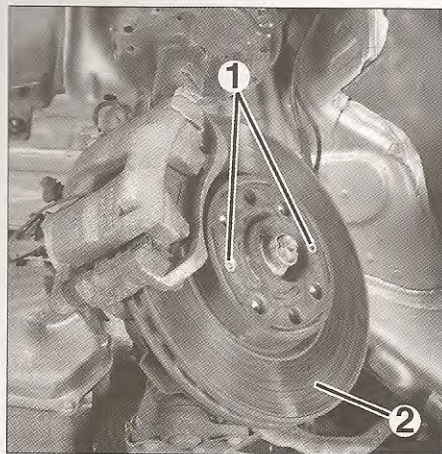

FIG. 7
- Desmontar los 2 tornillos de apoyo (1) del disco de freno (2) (fig. 7).